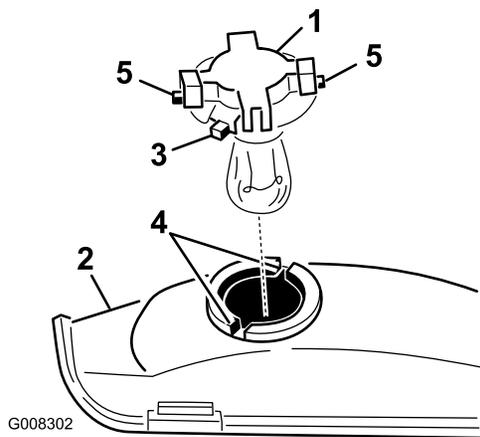

Figure 30
7. Dévissez l'embase d'un quart de tour dans le sens antihoraire et enlevez-la du réflecteur (Figure 30).